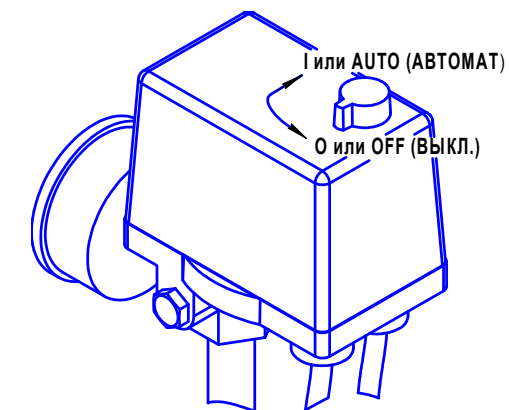

Рисунок 4
- 1 Проверьте, чтобы выключатель на прессостате находился в выключенном положении "OFF" или "O", в зависимости от исполнения (см. рисунок 4).
- 1 Выключить компрессор выключателем на прессостате. Для этого необходимо переключить выключатель в положение "OFF" или "O", в зависимости от исполнения (см. рисунок 4). После этого остановится электродвигатель и произойдет сброс давления из нагнетательного воздухопровода и поршневого блока.